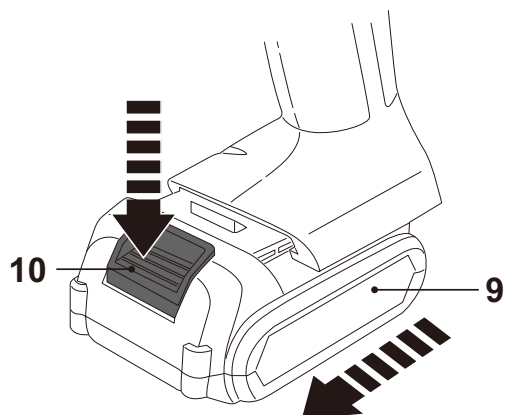

Fig. 4
- > Appuyez sur le bouton de déverrouillage [10] et faites glisser le bloc batterie [9] pour le retirer du produit (Fig. 4).